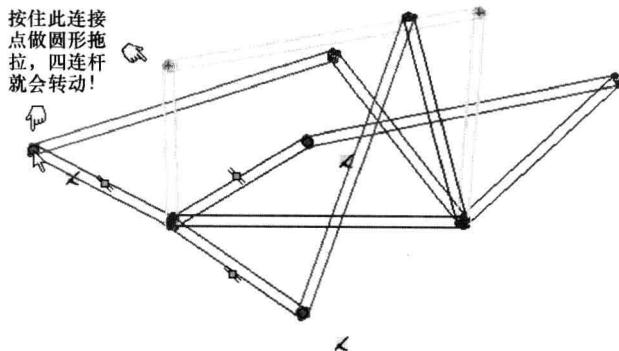

图 1-6 动态拖拉块的操作
**操作 7:** 按图 1-6 所示的拖动操作来测试这样的机构是否可行。